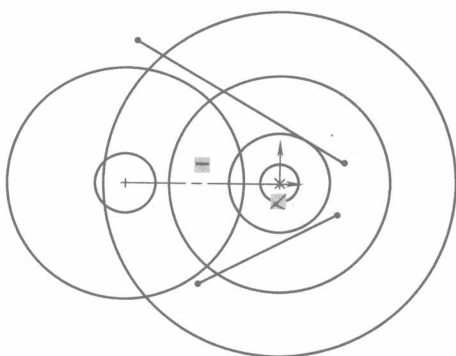

图 1-5
(3) 用同样的方法绘出其他的圆及直线, 如图 1-5 所示。
简要提示：所绘图形，如图 1-5 所示。